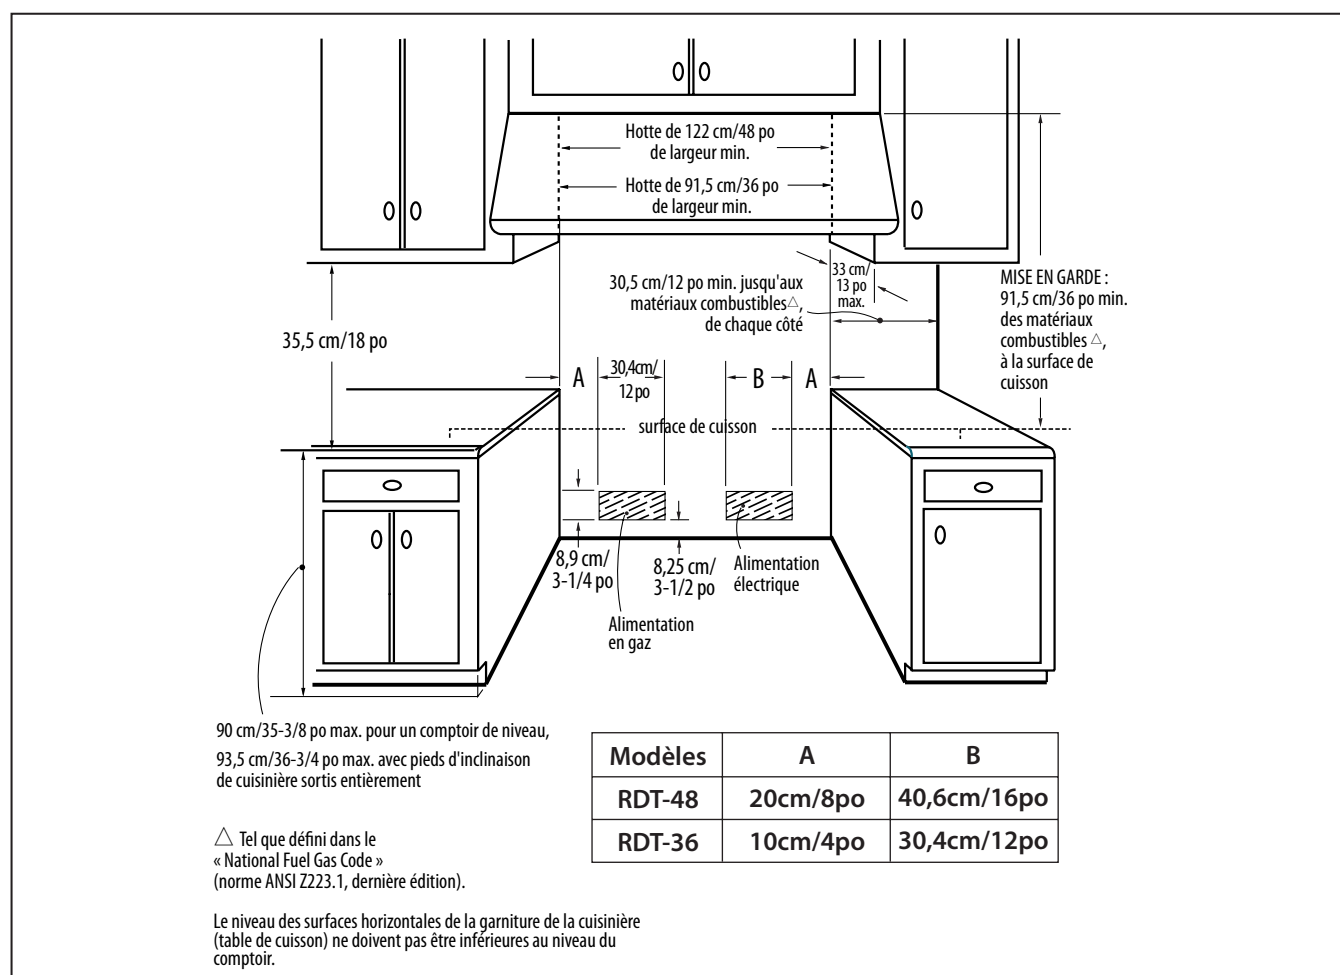

Fig. 10 Modèles RDT de 48 et 36 po seulement
1. La cuisinière est un appareil indépendant. Respectez les mesures de dégagement indiquées aux figures 10 (RDT-36 et 48) et 11 (RDT-305) si vous comptez la placer à côté d'armoires de cuisine. Les mêmes dégagements s'appliquent à une installation en îlot.
3. La source d'alimentation en gaz ou électrique doit se trouver dans les zones indiquées (figures 10 et 11).
Débranchez toujours le cordon d'alimentation électrique de la prise murale ou coupez le courant avant de manipuler l'appareil. Respectez tous les codes et réglementations en vigueur concernant la mise à la terre. S'il n'y en a pas, respectez la norme ANSI/NFPA No. 70 du National Electrical Code (Code national de l'électricité). Assurez une alimentation électrique de 120/240 V, à 3 fils (plus la terre), 60 Hz, courant monophasé, sur un circuit de 50 ampères. La prise de courant doit être de type NEMA 14-50 compatible avec la fiche tripolaire avec terre fournie avec l'appareil. La source d'alimentation en gaz ou électrique doit se trouver dans les zones indiquées à la figure 10, page 15.